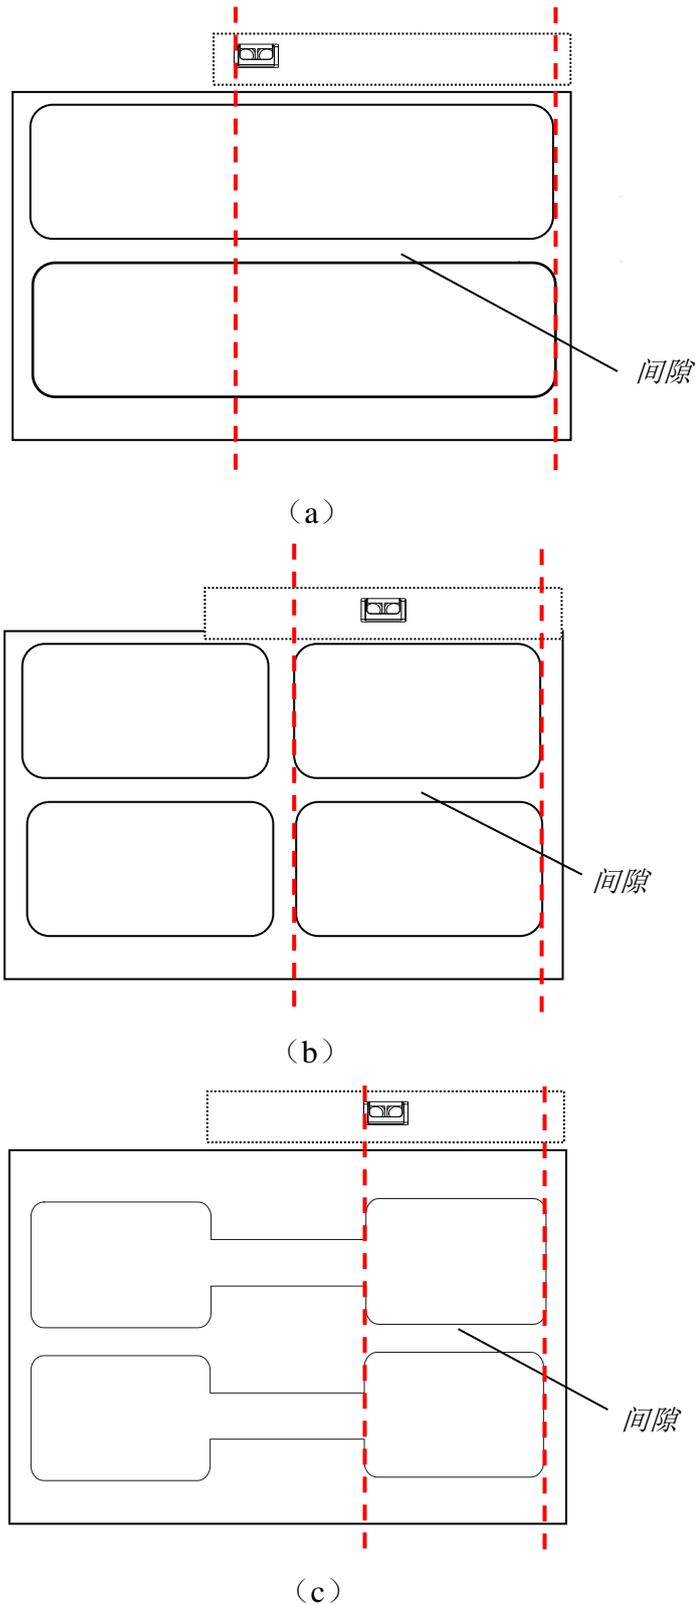

图 3-3 纸张探测器位置
- 选择反射式纸张探测方式时，需根据不同标签纸确定纸张探测器的位置，请参考图 3-3 (a) (b) (c)，将纸张探测器移动到红色虚线范围内的任意位置即可。